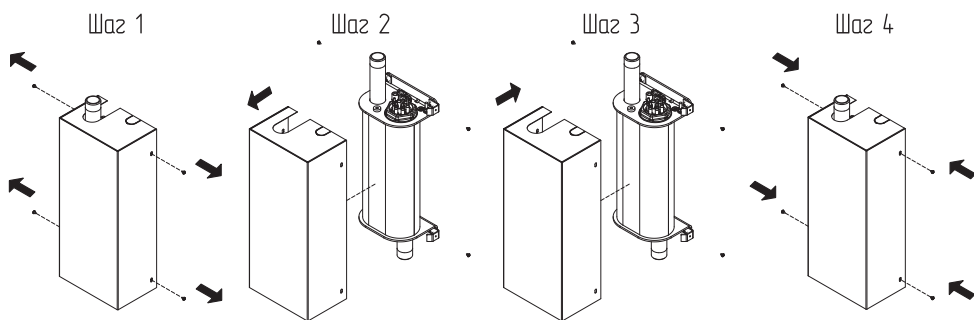

Рис.12 Демонтаж кожуха
- Подключить фазные провода к выводам блок ТЭН согласно **Рис.12;**
- При замене блок ТЭН присоединение фазных проводов к выводам блок ТЭН производить согласно **Рис.12**. Сечение кабеля указано в **Таб.1** и **Таб.2**;
- Провод нейтраль «N» подключить на перемычку блока ТЭН (**Рис.12**).